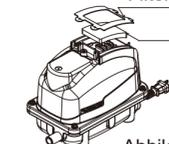

Abbildung 3
- 4 Nehmen Sie den Filter aus dem Gehäuse-Oberteil heraus und ersetzen Sie ihn durch einen neuen bzw. sauberen. Entfernen Sie den Staub gründlich mit den Fingern aus dem Filter. (Abbildung 3)